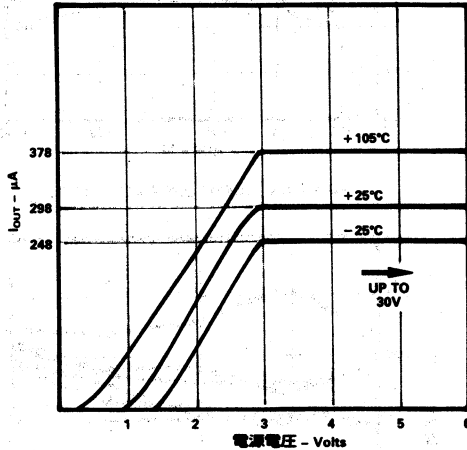

図 1 V-I特性
AD 592 は、次に述べるシリコン・トランジスタの基本的な特性を用いて、温度に比例する出力を得ています。二つの全く同一な特性をもつトランジスタが、一定のコレクタ電流密度比 r で動作する場合、ベース・エミッタ間電圧の差電圧は $(kT/q)\ln r$ となります。k はボルツマン定数、q は電子の電荷で、共に定数ですから、これは絶対温度に比例する (PTAT) 電圧となります。AD 592 では、温度係数の小さな薄膜抵抗を使用し、この PTAT 電圧を PTAT 電流に変換します。この PTAT 電流を使用して出力電流が絶対温度に比例するようにします。その結果センサ温度 (K) をスケール・ファクタ倍した電流源出力になります。25°C および動作温度域両端での代表的な V-I 特性を図 1 に示します。